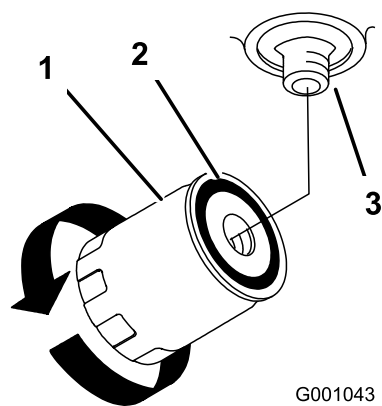

Figure 80
4. Appliquez une fine couche de liquide hydraulique sur le joint en caoutchouc du filtre de recharge (Figure 80).
7. Remplissez le réservoir hydraulique jusqu'à ce que le liquide déborde du filtre. Tournez alors le filtre à huile dans le sens horaire jusqu'à ce que le joint en caoutchouc vienne toucher l'adaptateur du filtre. Serrez ensuite le filtre de 1/2 tour supplémentaire (Figure 80).